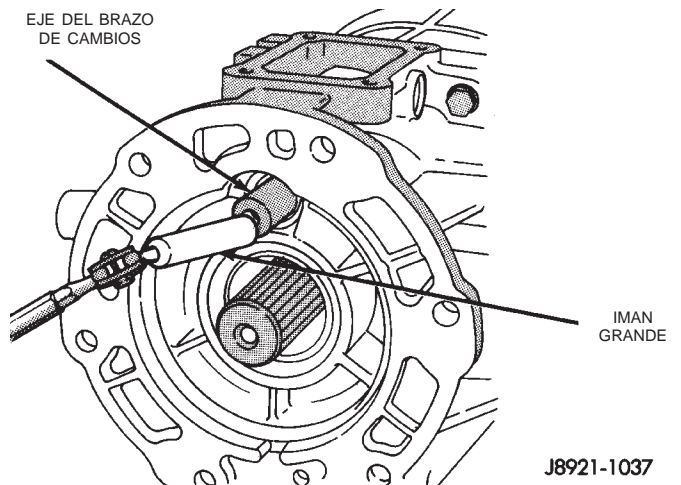

Fig. 26 Desmontaje del eje del cambiador
- (13) Retire el eje del cambiador con un imán grande (Fig. 26).
- (14) Retire el brazo de cambios de la cubierta del adaptador.